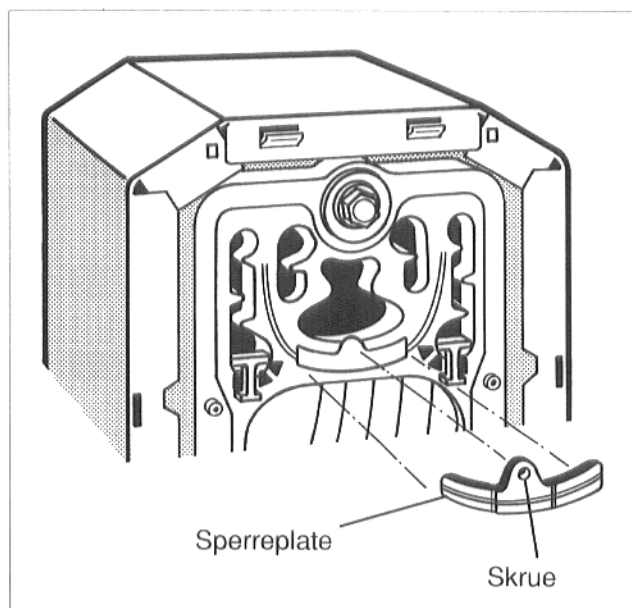

fig. 33
- Skruen i midten av sperreplaten fjernes (fig. 33).